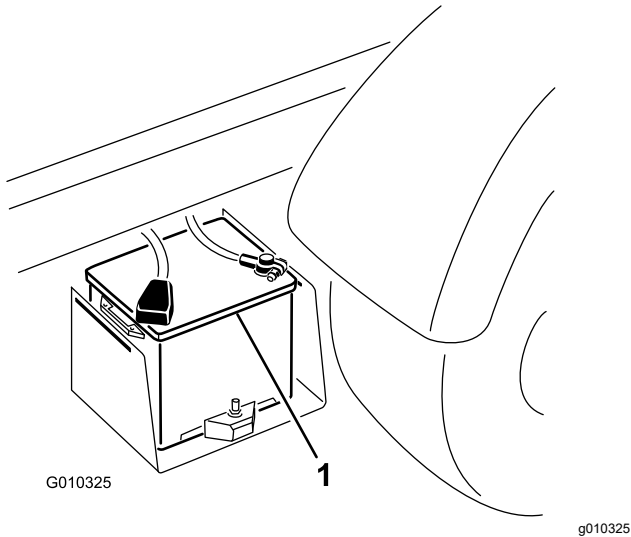

図 52
2. 2 台のバッテリーのプラス 端子同士をブースタケーブルでつなぐ 図 52。